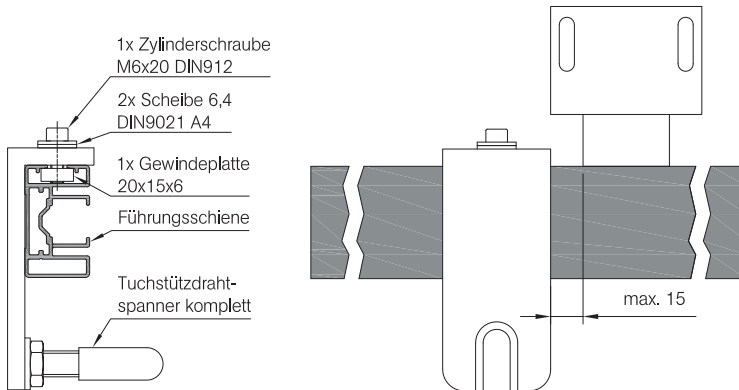

Abb. 15: Tuchstützdrahtwinkel an Führungsschiene befestigt
- » die Gewindeplatte 20x15x6 (Abb. 15) muss vor der Montage der Führungsschiene in die obere Gasse der Führungsschiene eingeschoben und in der Nähe eines mittleren Führungsschienenhalters fixiert werden.